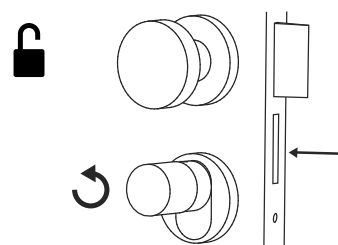
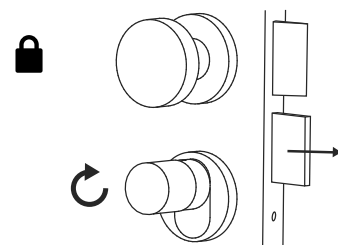

Fig. 2
Fig. 3
- 2 Selon le cylindre existant, vous recevez un retour visuel par l'éclairage d'une LED rouge sur le bouton du cylindre. Le cylindre est maintenant dégagé et la serrure peut être ouverte (Fig. 2) ou fermée (Fig. 3).